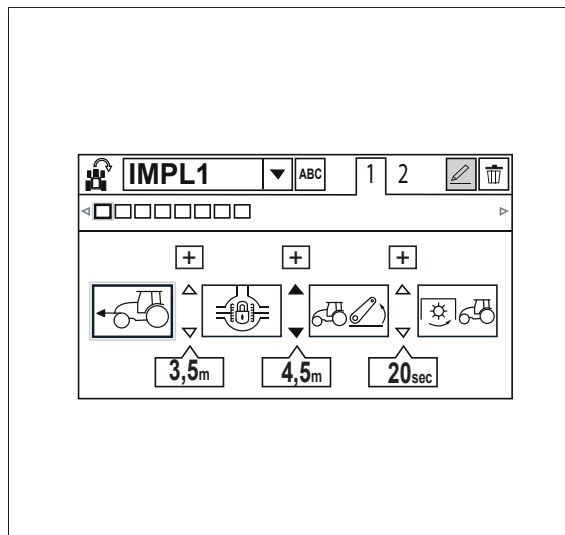

Fig. 10.
1. Vuelva a la vista de modificación de programas *fig. 10*.